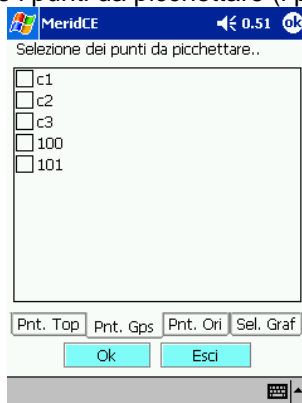

fig. 101
- a. Pt. Dettaglio per ritrovare i punti già rilevati fig 101. Per scegliere i punti basta attivare le caselle corrispondenti